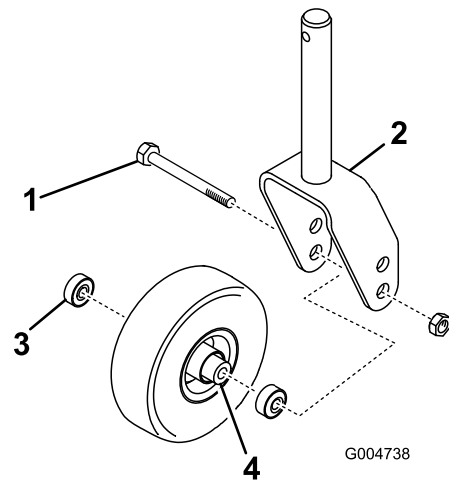
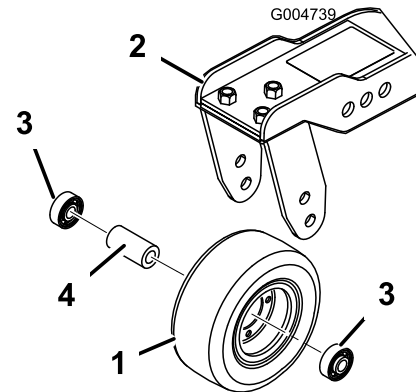

Bild 82
Bild 83
1. Entfernen Sie die Sicherungsmutter von der Schraube, mit der das Laufrad zwischen der Laufradgabel (Bild 82) oder dem Laufradgelenkarm (Bild 83) befestigt ist.
2. Entfernen Sie das Lager aus der Radnabe und lassen das Lagerdistanzstück herausfallen (Bild 82 und Bild 83).